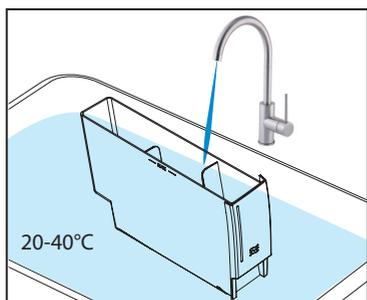

Fig.3
3. Rincez convenablement le réservoir d'eau avec de l'eau propre, 20-40°C. (Voir Fig.3)